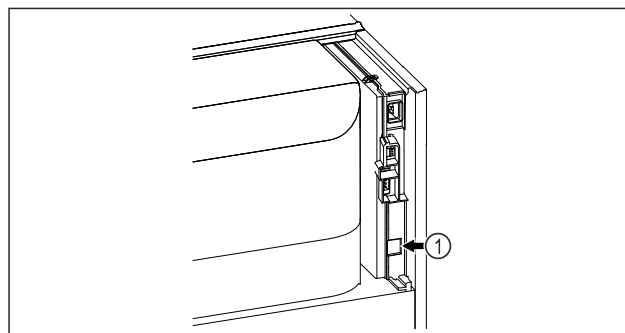

Fig. 97
- A SmartModule Fig. 97 (1) be van helyezve.